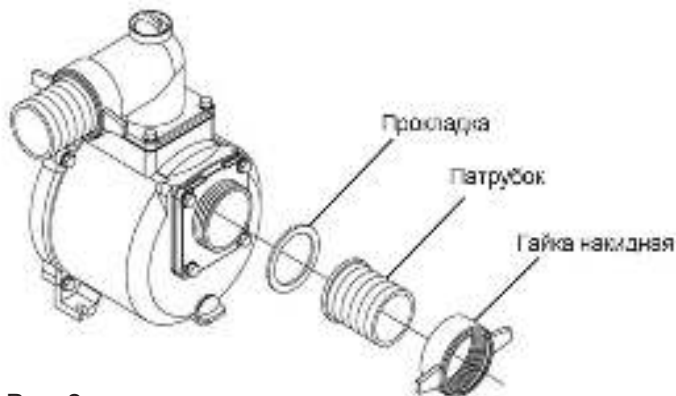
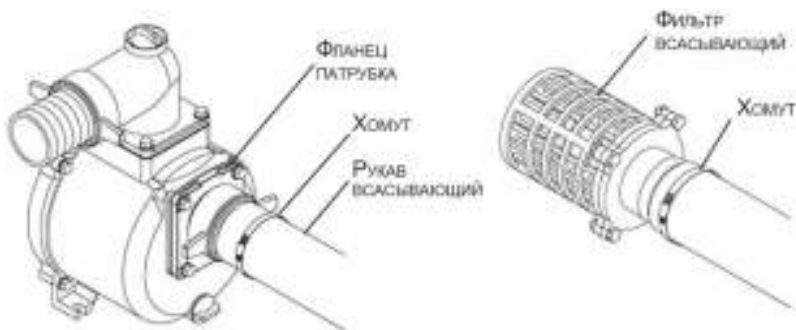

Рис. 2
Рис. 3
- 4) Установите на входное и выходное отверстия насоса мотопомпы патрубки с прокладками (Рис. 2). К патрубкам подсоедините рукава и зафиксируйте их хомутами. На всасывающий рукав необходимо установить всасывающий фильтр (Рис. 3).